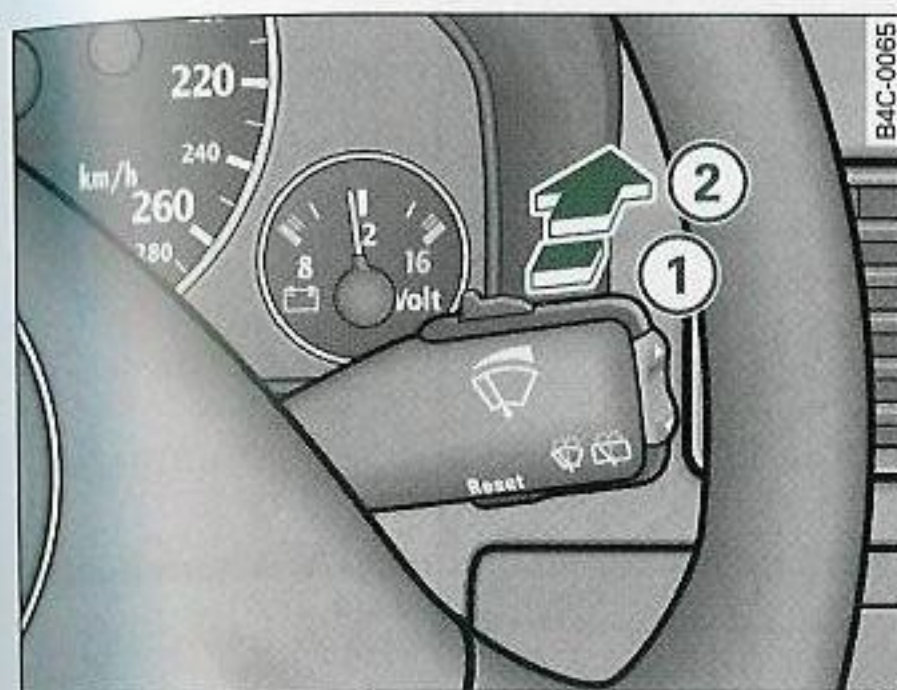

Fig. 76 Palanca del limpiaparabrisas
- Desplace la palanca del limpiaparabrisas hacia adelante hasta el encastre \Rightarrow fig. 76 ①. El limpiaviento debe accionarse a intervalos de 6 segundos.